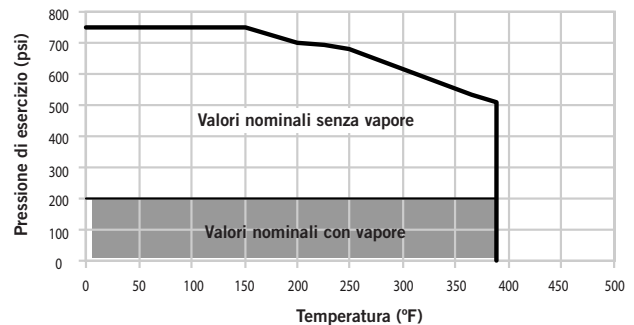

Figura 1: Schedule 40 e 80 e spessore equivalente
- Per le applicazioni senza vapore con tubi in acciaio al carbonio schedula 40 e 80 e spessori in misure equivalenti del sistema metrico, le giunzioni che utilizzano il giunto tipo 870 assicurano pressioni di esercizio dal vuoto spinto (29,9 pollici Hg/760 mm Hg) fino a 740 psi/5102 kPa, a seconda della temperatura massima del sistema. Consultare la figura 1 per una specifica valutazione di pressione/temperatura.